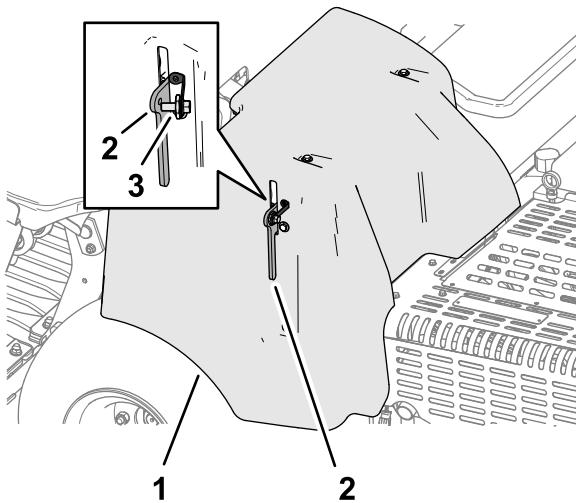

Bild 136
- Wenn Ihre Maschine mit einem CE-Gurtschloss der Riemenabdeckung ausgestattet ist, setzen Sie die Schraube des Gurtschlusses in das Loch des Schlosses ein und ziehen Sie die Schraube fest (Bild 136).